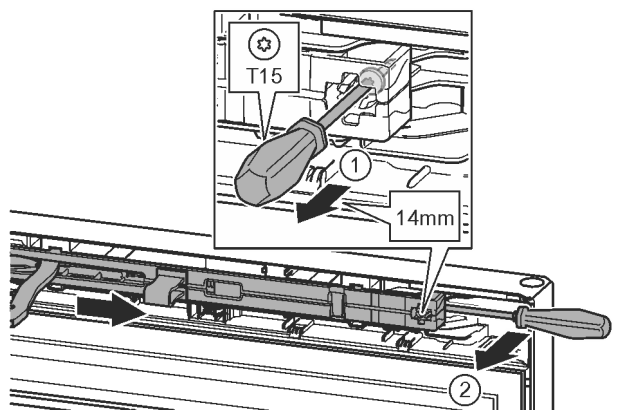

Fig. 12
► Šroub na jednotce tlumiče zavírání povolte šroubovákem T15 o cca 14 mm. Fig. 12 (1)
► Šroubovákem na straně madla zajedťte za jednotku tlumiče zavírání a otočte ji dopředu. Fig. 12 (2)
► Vytáhněte jednotku tlumiče zavírání. Fig. 12 (3)